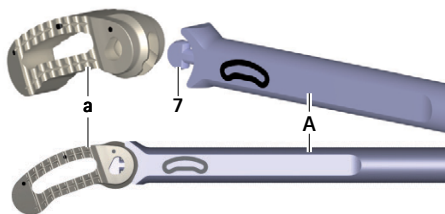

Fig. 7 Collegamento dell'impianto allo strumento inseritore
- Inserire l'impianto **a** nell'imballo protettivo sul dietro **7** dello strumento inseritore **A**, vedere Fig. 7. Fare attenzione all'orientamento dell'impianto (Orientamento sulla base della scritta presente sullo strumento inseritore).
- Collegare lo strumento inseritore **A** in situ all'impianto **a**, vedere Fig. 7.